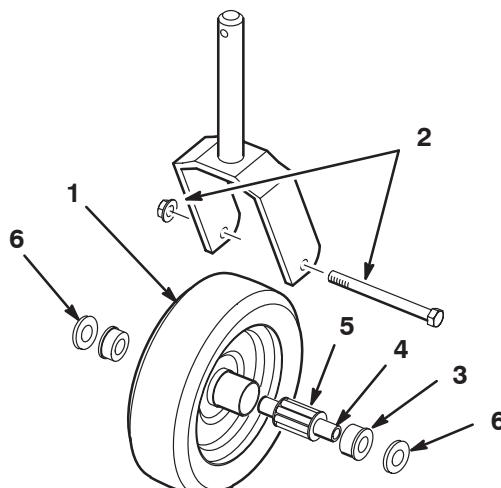

Figure 25
1. Enlevez le contre-écrou de la vis qui maintient l'ensemble roue pivotante entre les bras de la chape (Fig. 25). Maintenez la roue pivotante et enlevez la vis de la chape.
2. Faites sortir la douille pour clé du moyeu de roue (Fig. 25).
3. Enlevez la bague du moyeu de roue et laissez tomber le roulement à l'extérieur (Fig. 25). Déposez la bague de l'autre côté du moyeu de roue.
6. Glissez avec précaution la clé à travers les bagues et le moyeu (Fig. 25).